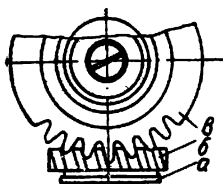

Рис. 145. Заводное колесо
З а в о д н о е к о л е с о (рис. 145) вращается на отдельной стальной накладке, стальном кольце или фрезерованном уступе моста.
**Заводной триб** (см. рис. 145, б). Случается, что правильное зацепление между заводным трибом *б* и заводным колесом *в* оказывается нарушенным и «срывается» вследствие сработавшегося выреза в платине или износа зубцов в заводном колесе и трибе. Этот дефект удастся устранить, помещая тонкую латунную шайбочку *а* между трибом и продолговатым вырезом в платине.